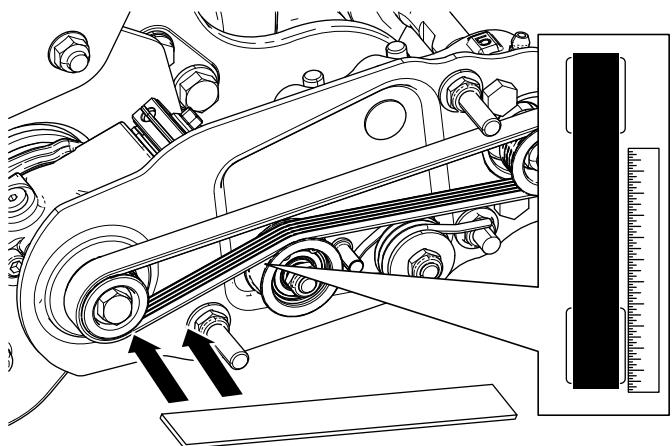

Figure 21
1. Placez une règle de vérification le long de la face extérieure de la poulie d' entraînement (Figure 21).